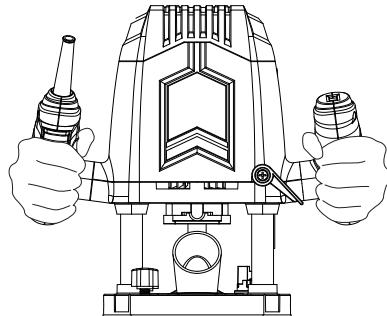

Fig. 24
- > Asigurați-vă că maneta de fixare a adâncimii (16) este strânsă, înainte de a aseza produsul pe piesa prelucrată.
- > Mențineți presiunea pe mâneră (3, 11) și deplasați în același timp maneta de fixare a adâncimii (16) în poziția sa blocată, atunci când adâncimea de tăiere a fost atinsă (Fig. 24).